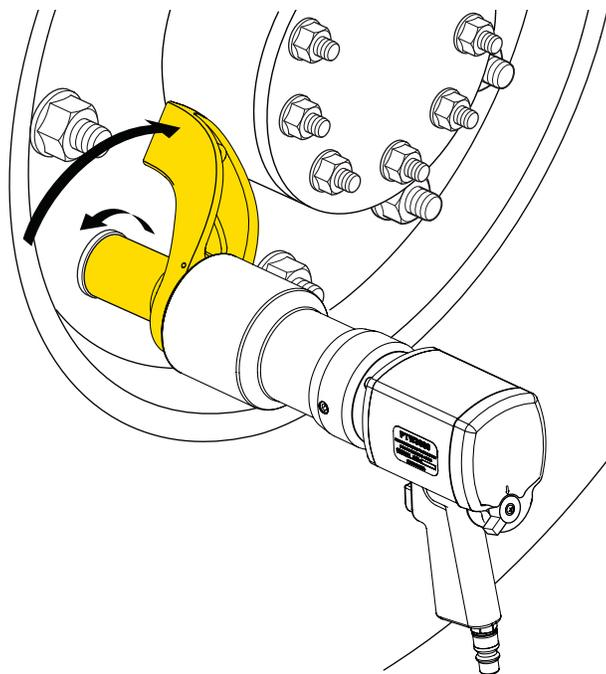

Рис. 9
10. На рис. 9 показано положение опорного рычага при вращении хвостовика против часовой стрелки.
12. Чтобы ослабить крепежный элемент (приложить к нему крутящий момент в направлении против часовой стрелки): убедитесь, что регулировочный рычажок установлен в положение «R», а опорный рычаг расположен так, как показано на рис. 9. Затем полностью нажмите на курок инструмента и держите, пока не отвернете крепежный элемент.